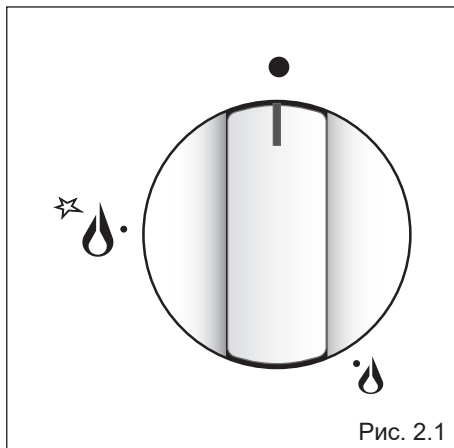

Рис. 2.1
Подача газа в горелки регулируется с помощью клапанного крана, управление которым осуществляется с помощью ручки (рис. 2.1).
1. Поверните ручку (Рис. 2.2) крана против часовой стрелки и установите в положение максимальной подачи "★🔥" (Рис. 2.1), нажмите на нее и удерживайте в таком положении некоторое время: это позволит Вам включить зажигание.